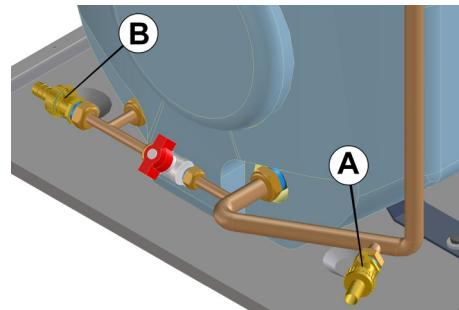

Fig. 10.1
- 2 Aprire il rubinetto di svuotamento caldaia (A in fig. 10.1).
- 2 Open the boiler drain cock (A in fig. 10.1).
- 2 Abrir el grifo de vaciado de la caldera (A en la fig. 10.1).
- 3 Aprire il rubinetto di scarico del bollitore (B in fig. 10.1) posto nella parte anteriore della caldaia.
- 3 Open the storage heater drain cock (B in fig. 10.1) which is in front of the boiler.
- 3 Abrir el grifo de vaciado del acumulador (B en las fig. 10.1) situado en la parte delantera de la caldera.